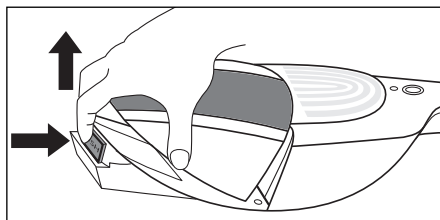

Fig. 3
- 2) Tryk på knappen PUSH 6, og tag samtidig støvbeholderen 9 af oppefra. Du kan nu tage den af oppefra/forfra (fig. 3).